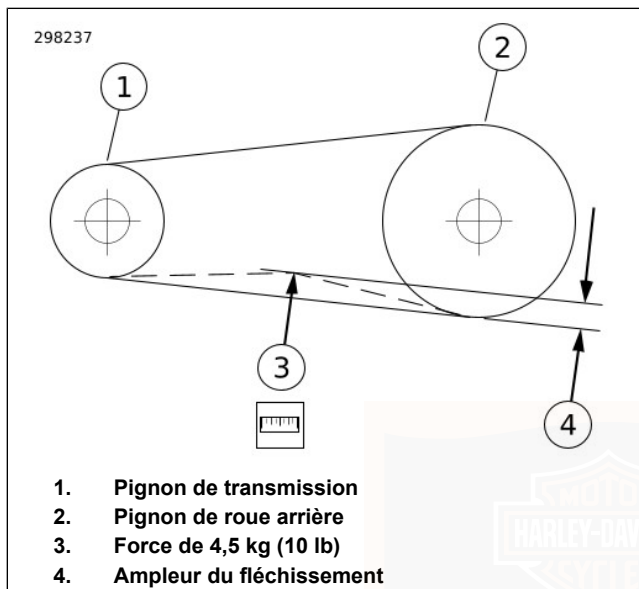

Figure 35. Vérification du fléchissement de la courroie
3. Voir Figure 35. Ajuster le berceau contre le bas de la courroie à mi-chemin entre le pignon de transmission et le pignon arrière.